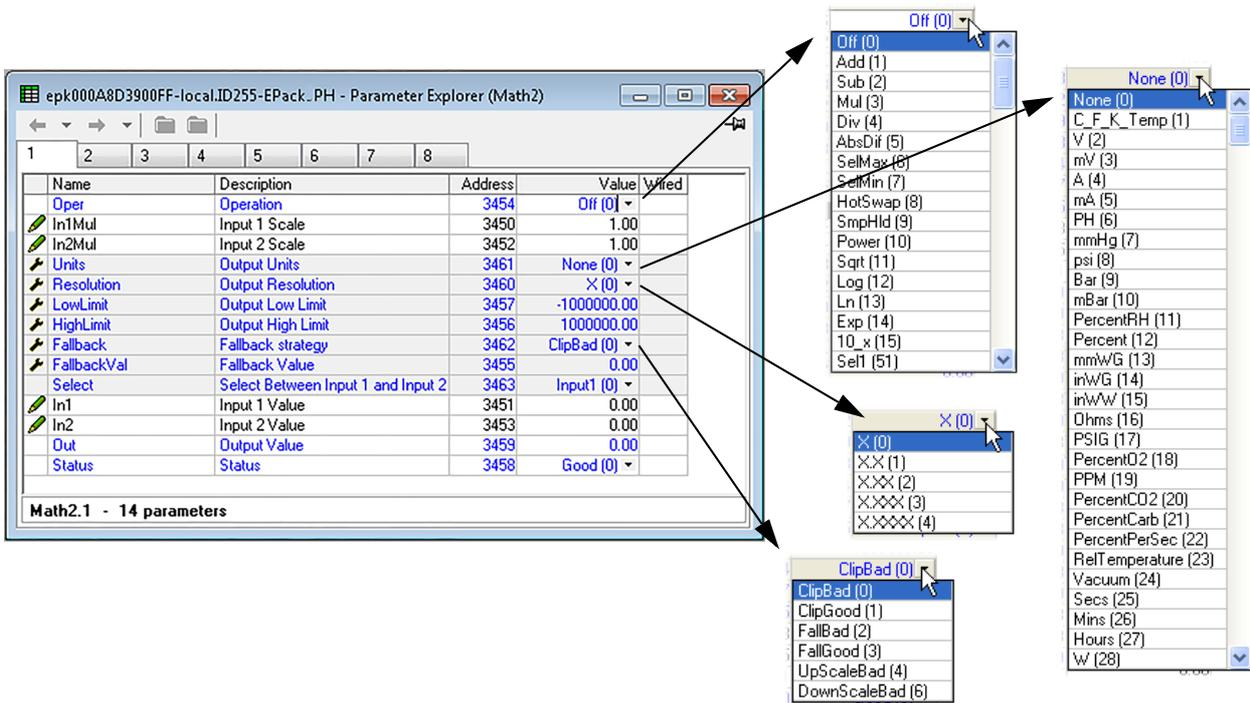

Figure 80 Page de configuration Maths2
| In1(2) Mul Units | | Le facteur d'échelle appliqué à l'entrée une (deux). Permet à l'utilisateur de choisir les unités en sortie (voir la figure 80). |